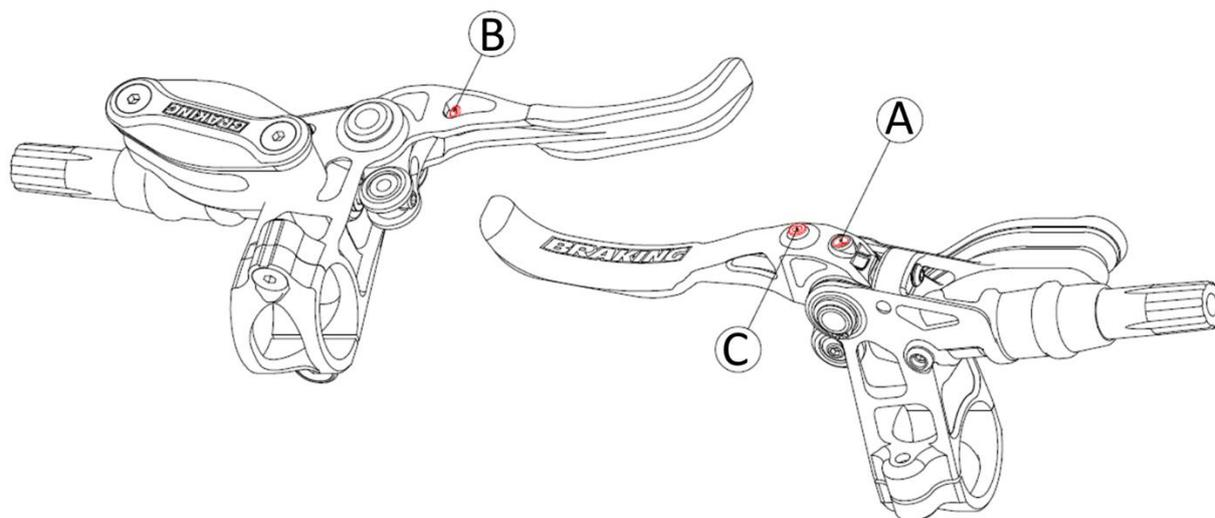

Figura 9: Posizione dei due grani di sicurezza e della vite di regolazione leva
Per regolare la posizione della leva, ovvero la distanza di quest'ultima dal manubrio, in funzione delle proprie esigenze, occorre agire sulla vite di regolazione **C**, come evidenziato in **Figura 9**. La regolazione della leva è indipendente dalla regolazione del punto di lavoro del pistone
- 2) Con una chiave 2mm per inserti esagonali, sbloccare il grano di sicurezza **B** **posizionato all'interno della leva, nella parte posteriore**. Il grano **B** impedisce che la vite di regolazione **C** si sposti a causa delle vibrazioni o di urti meccanici (colpi alla leva). Si veda **Figura 9** per la posizione dei grani di sicurezza e della vite di regolazione leva